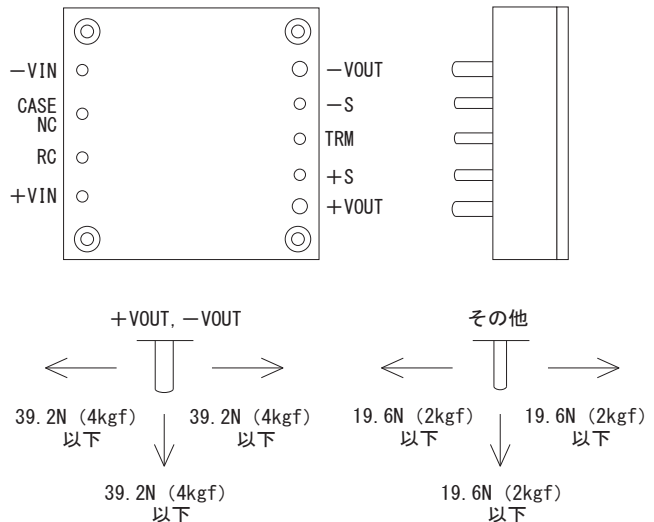

図 6.1 ピンへのストレス
■電源の入・出力ピンに必要以上のストレスを加えると内部接続を断線させることがあります。図 6.1 に示すストレス以下にしてください。